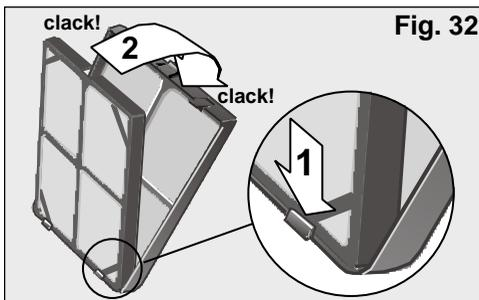

Fig. 32
- Introducir el filtro purificador + posicionador en el filtro base como se muestra en la **Fig. 32**, teniendo en cuenta que en primer lugar deberá encajarlo en las patillas inferiores.